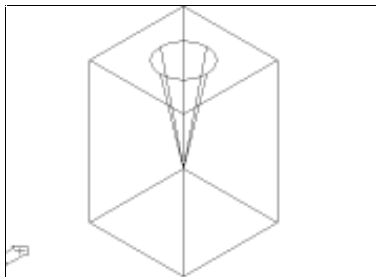

图 1-3
①当前线框密度: ISOLINES=4; 指定圆锥体底面中心点或[椭圆(E)]<0,0,0>:10,10,30↵, 作为圆锥底面的中心。②指定圆锥体底面的半径或[直径(D)]:5↵, 作为圆锥底面半径。③指定圆锥体高度或[顶点(A)]:-20↵表示圆锥尖向下, 高度为 20。见图 1-3。